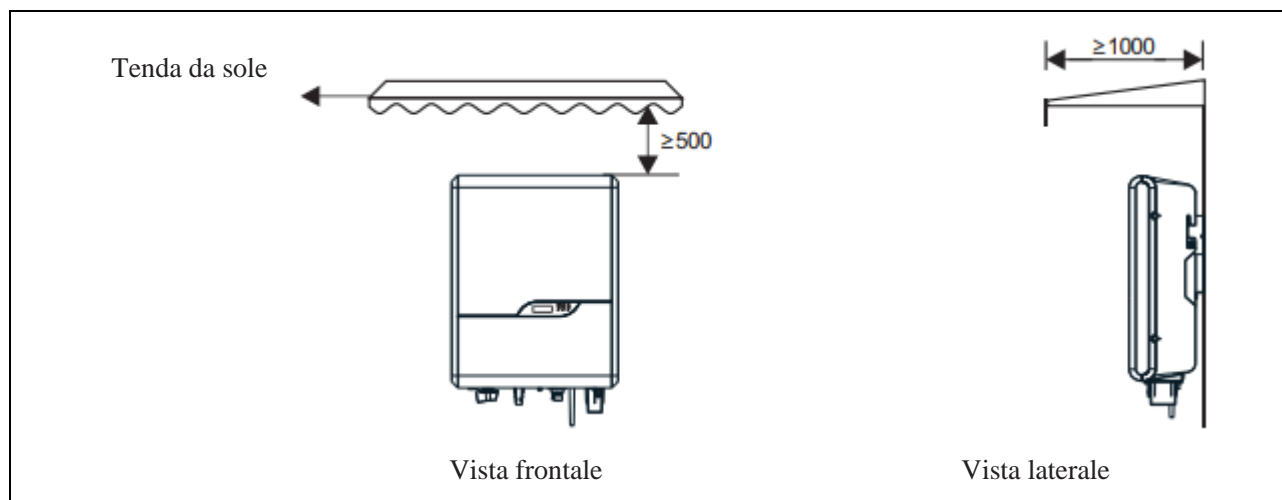

Figura 4.3 - Ambiente di installazione con tenda (unità: mm).
- c. Per prolungare la durata dell'inverter, è necessario evitare l'esposizione diretta alla luce solare, alla pioggia e alla neve. Si raccomanda di installare l'inverter in un luogo riparato. Se non è disponibile un riparo, costruite una tenda da sole, come illustrato nella Figura 4.3.